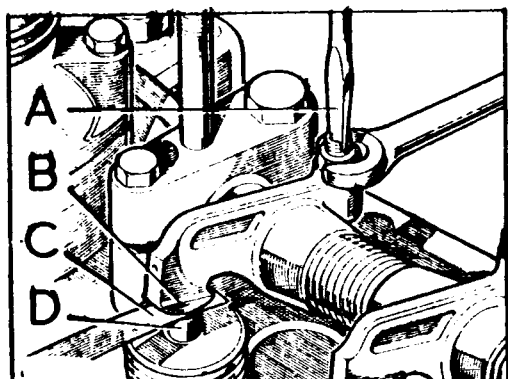

Fig. A3-44 Reglaje de taqués
- 1.4. Desmontar las tuercas, C (Fig. A3-44) que fijan la tapa de balancines, D, y extraer dicha tapa con su junta y el clip, E, de retención del manguito del purificador de aire.